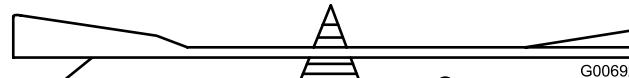

Figura 39
2. Controllate l'equilibrio di ciascuna lama collocandola su un bilanciatore (Figura 39). Se la lama rimane in posizione orizzontale, è bilanciata e può essere utilizzata. In caso contrario, limate soltanto il retro della lama. Ripetete l'operazione finché ogni lama non è perfettamente bilanciata.